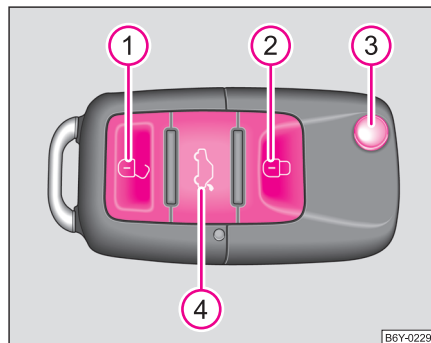

Fig. 27 Cheie cu semnal
- Apăsați tasta ④ cca. 1 sec. ⇒ fig. 27.